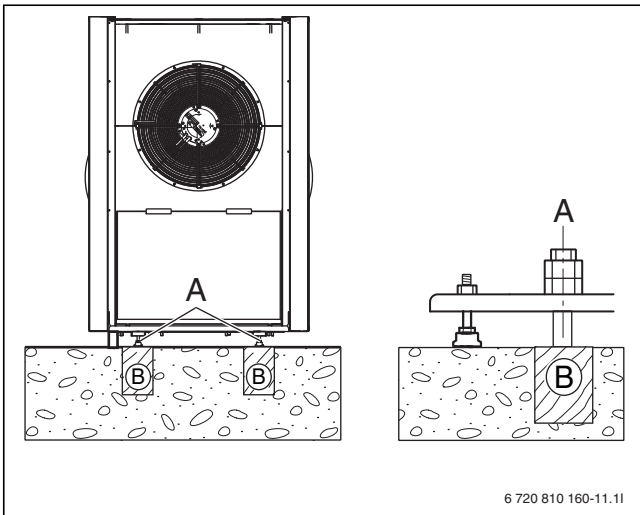

Рис. 75 Размеры в мм
- Тепловой насос должен быть заанкерован для предотвращения опрокидывания (→ Рис. 75).